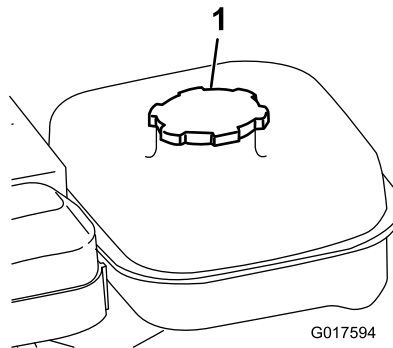

图17
1. 清理燃油箱盖附近的区域，从油箱上取下盖子（图 17）。